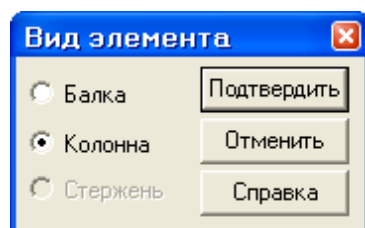

Рис.1.23. Диалоговое окно **Вид элемента**
- Из меню **Редактирование** ⇒ **Назначить вид элемента** (кнопка  на панели инструментов) вызовите диалоговое окно **Вид элемента** (рис. 1.23).